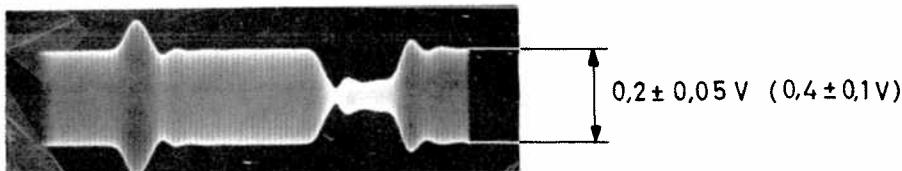

Bild 4
3.4.2.1 Anslut oscilloskopet till mätjacken J1 BASB på inkopplingseenheten. Kontrollera att bärvägens utseende överensstämmer med bild 4 och att amplituden är $0,2 \pm 0,05 V_{t-t}$ ($0,4 \pm 0,1 V_{t-t}$).
3.4.2.2 Anslut oscilloskopet till mätjacken TP2601 INPUT på demodulatorn. Kontrollera att bärvägens utseende överensstämmer med bild 4 och att amplituden är cirka $0,3 V_{t-t}$. Amplituden justeras med potentiometern VIDEO GAIN på mottagaren (står ofta i medurs ändläge).